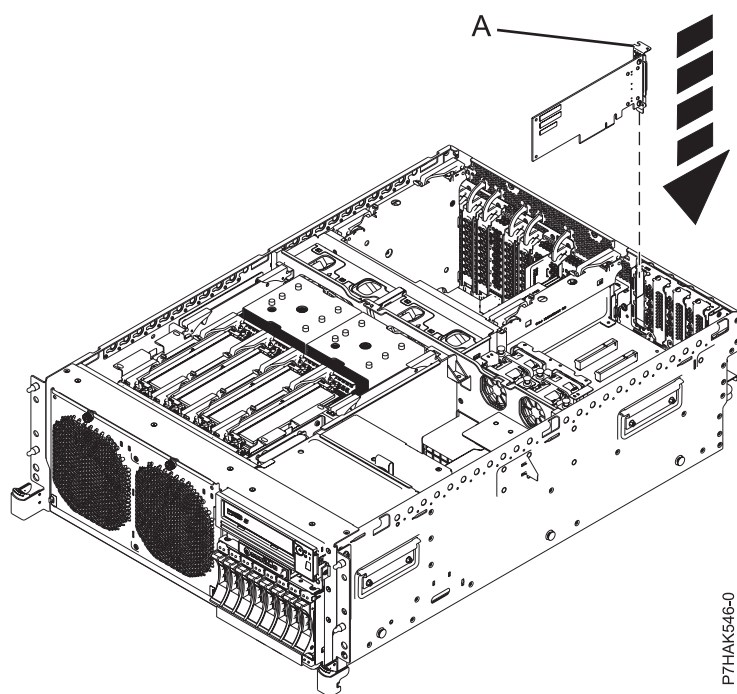
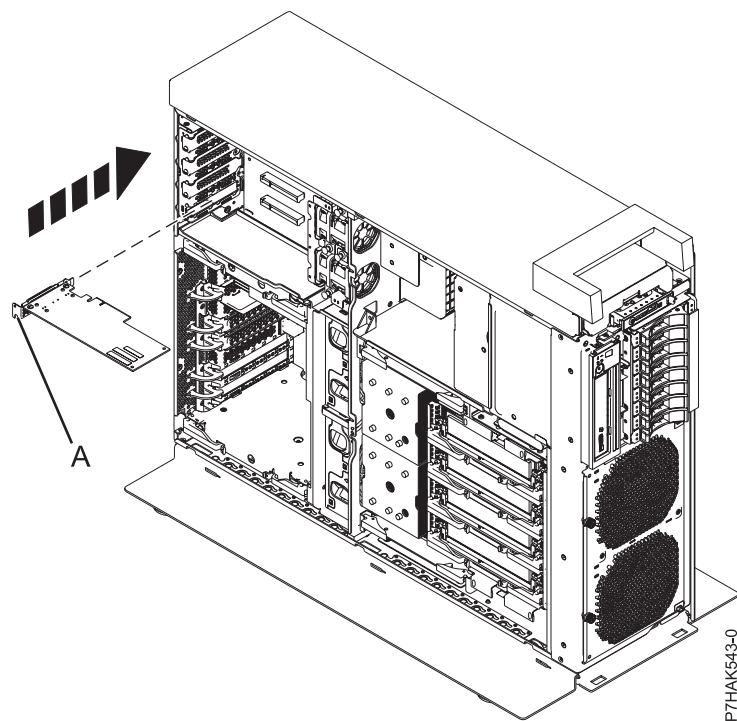

Figura 14. Substituir um adaptador PCI num riser de expansão num sistema instalado em bastidor
Figura 15. Substituir um adaptador PCI num riser de expansão num sistema autónomo
17. Se o sistema tiver um riser de expansão, pode premir o adaptador PCI de baixo perfil na respectiva ranhura para o encaixar. Oriente-o até à posição devida com o contraponto (A) e, em seguida, prima o adaptador para se encaixar na sua ranhura, conforme demonstrado em Figura 14 na página 19 e Figura 15 na página 19.